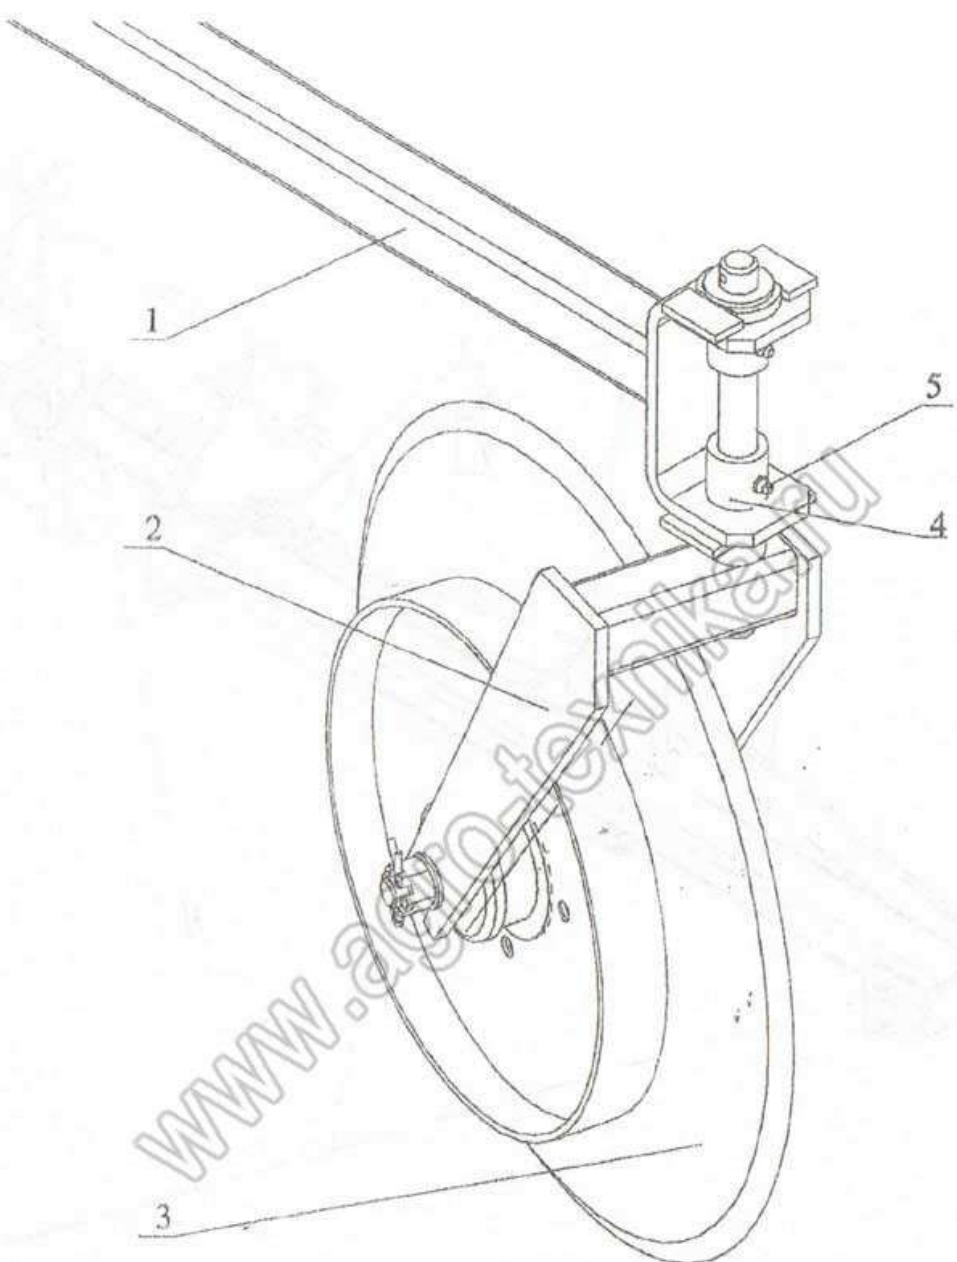

Рис.6 Следоуказатель.
- Вертикальную ось вилки 2 (рис.6) следообразователя вставить в предварительно установленные в вилку штанги 1 втулки 4, надеть шайбу и зашплинтовать.